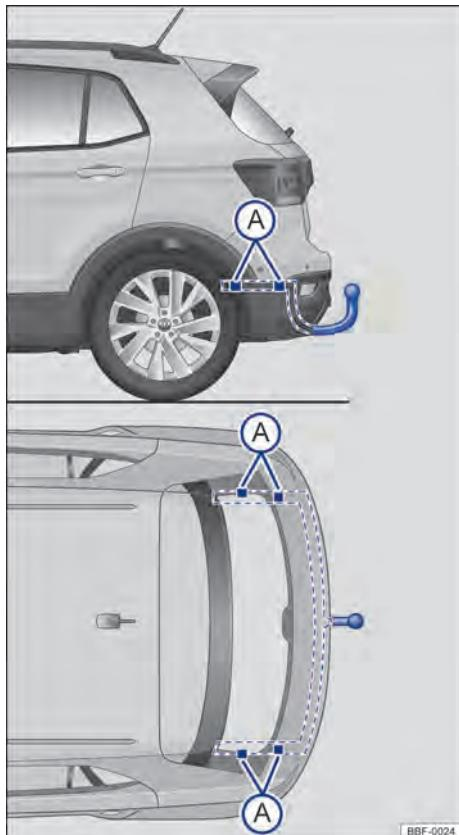

Fig. 142 Pontos de fixação para instalar um dispositivo de reboque posteriormente.
A figura → Fig. 142 ilustra, como exemplo, o ponto de fixação para instalar um dispositivo de reboque do modelo T-Cross.
A montagem posterior de um dispositivo de reboque deverá ser efetuada de acordo com as instruções do respectivo fabricante do engate, sempre respeitando os pontos de fixação indicados na → Fig. 142 (A).